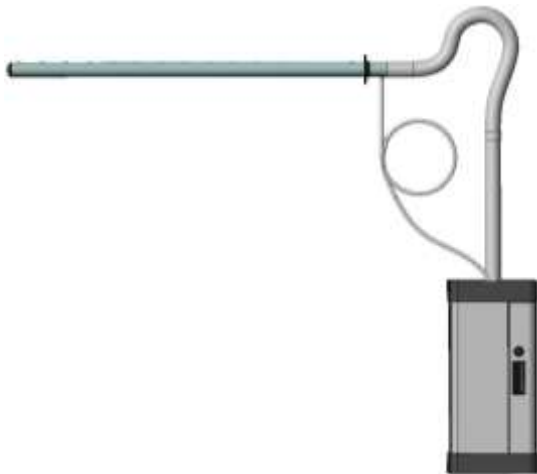
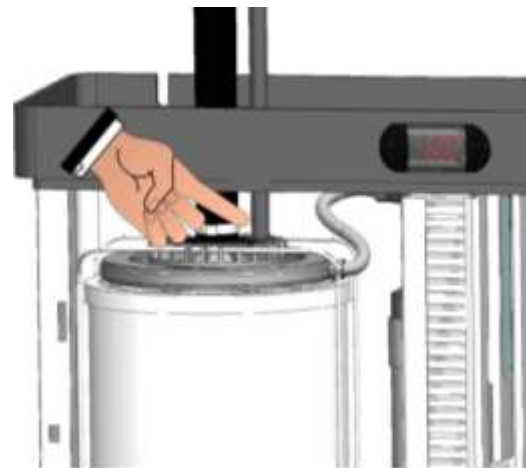

Fig.44
Fig. 45
2. Si la lanza se ubica en un punto más alto del humidificador y el tubo vapor genera un sifón (ej. fig. 44), es necesario instalar la recuperación de la condensación descargando directamente en el manguito correspondiente del cilindro del humidificador (fig. 45) o en un pozo colector de aguas. La recuperación de la condensación se realiza conectando al manguito de 10mm de diámetro de la lanza, el tubo PEGO UMITUBODN10 para este tipo de aplicación. En el recorrido del tubo de recuperación de la condensación, desde la lanza al humidificador o desde la lanza al pozo es necesario realizar un sifón con un giro completo de 200mm de diámetro mínimo, el sifón además debe estar lleno de agua antes de la instalación. Esto impedirá la salida del vapor del tubo de recuperación de la condensación (fig. 44).